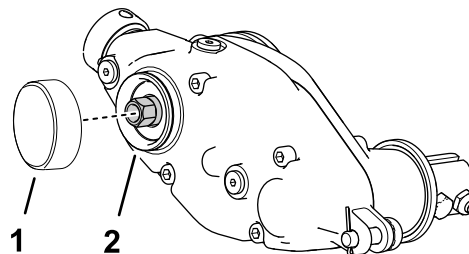

Figura 9
1. Aplique un fijador de piezas cilíndricas de resistencia media (por ejemplo, Loctite 609® verde) alrededor de la ranura del anillo de retención y la superficie del diámetro exterior (Figura 9).
2. Instale el tapón como se muestra en la Figura 9.